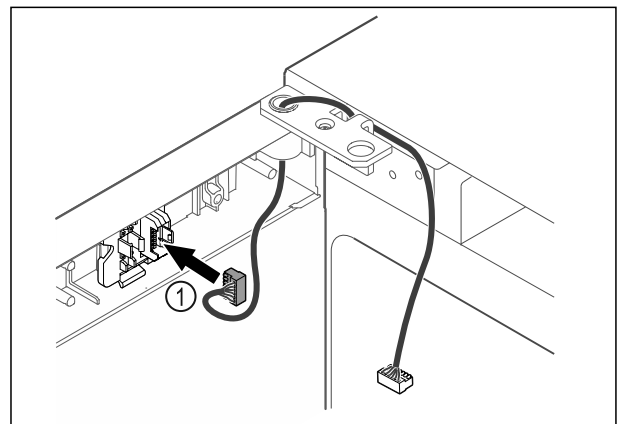

Fig. 62
- ▶ Τοποθετήστε το φις Fig. 62 (1) στο στήριγμα του φις.